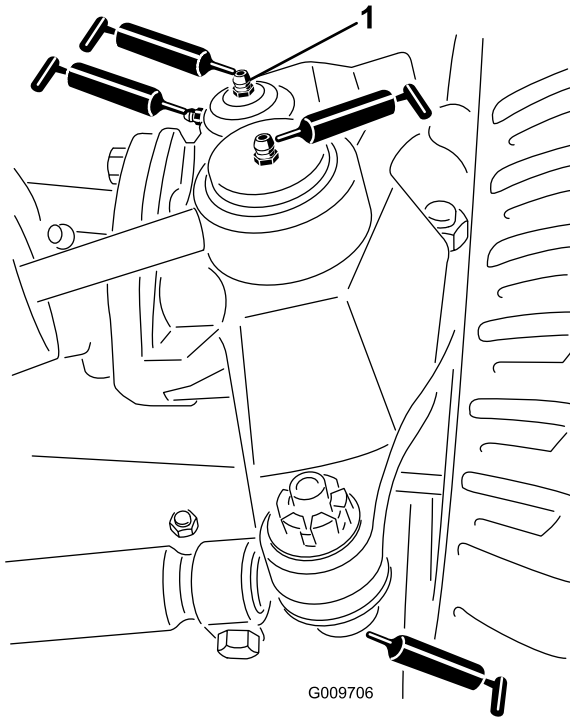

Figure 83
- Rotules de vérin de direction (2) (Figure 83)
- Rotules de biellettes (2) (Figure 83)
- Bagues de pivots de fusées (2) (Figure 83). **Le graisseur supérieur du pivot de fusée ne doit être lubrifié qu'une fois par an (2 injections de graisse).**